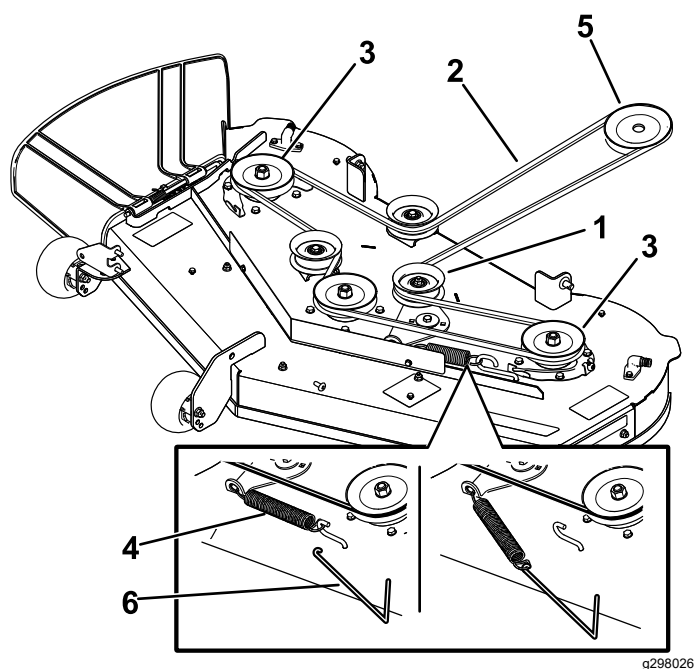

Figura 55
- Utilize um removedor de molas (Peça Toro n.º 92-5771) para remover a mola intermédia do gancho da plataforma para retirar tensão da polia intermédia e rode a correia para fora das polias (Figura 55).
- Coloque a nova correia em redor da polia do motor e nas polias do cortador (Figura 55).
- Utilizando um removedor de molas (peça Toro n.º 92-5771), instale a mola intermédia por cima do gancho da plataforma para colocar tensão na polia intermédia e na correia do cortador (Figura 55).